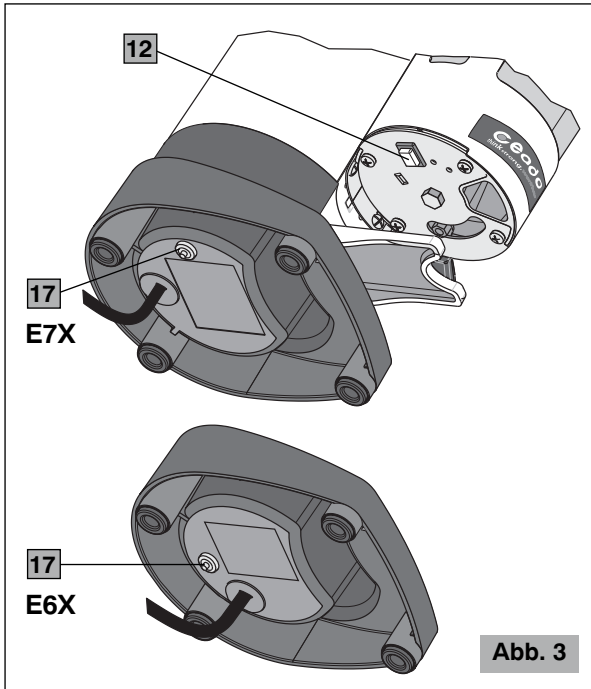
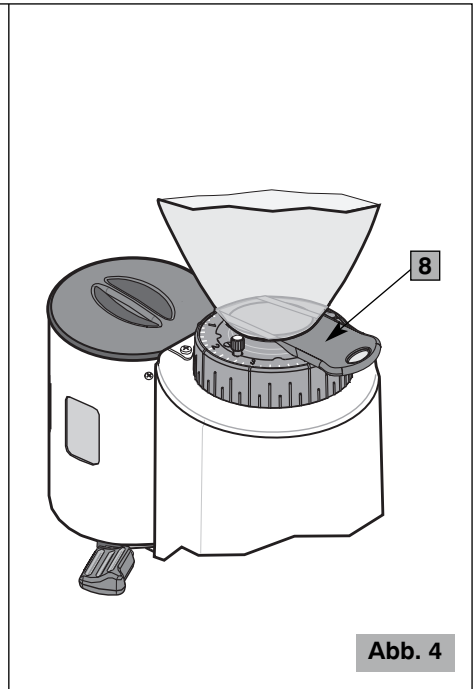

Abb. 3
Abb. 4
L'appareil ne s'allume pas.	<ul style="list-style-type: none"> <li>• Contrôler si la fiche est branchée.</li> <li>• Contrôler si l'interrupteur de protection du secteur est allumé.</li> <li>• Contrôler si l'interrupteur général de l'appareil est en position ON.</li> <li>• Si le problème se révèle après une longue période d'utilisation intensive, il est possible que le moteur soit en protection thermique ! Attendre au moins 20 minutes et réessayer. On peut réduire le temps d'attente en mettant l'appareil dans un endroit frais.</li> <li>• Si le problème se manifeste après une surcharge, il est possible que le moteur soit en protection ampèremétrique ! Appuyer sur le bouton du disjoncteur (17 Fig. 3) placé sous le socle-moteur de l'appareil (dispositif non de série sur tous les modèles).</li> <li>• Modèle automatique : Contrôler si le doseur n'est pas à la limite de sa capacité. Dans ce cas, actionner le levier du doseur pour au moins six doses et vérifier qu'il s'allume après avoir enlevé une certaine quantité de poudre.</li> <li>• Modèle automatique : Contrôler si la palette d'arrêt est libre de bouger.</li> </ul>
### Hauptkomponenten (Abb. 1, Abb. 2, Abb. 3, Abb. 4)
6. Sich vergewissern, dass der Kaffeebohnenbehälter korrekt aufsitzt und der Kaffeebohnenbehälterverschluss (8 Abb. 4) vollständig bis zum Anschlag offen ist.
- 3 Die Starttaste (12 Abb. 3) drücken. Das Gerät beginnt so viele Kaffeebohnen zu mahlen, bis der Dosierer bis zum Maximalfüllstand (vorgesehene Kapazität ca. 300 g (200 g für die Ausführung E6X) gemahlener Kaffee) gefüllt wird. Danach wird der Motor von einer Stoppvorrichtung angehalten. Das Mahlen weiteren Kaffees wird automatisch wieder aufgenommen, wenn die sechs Portionen gemahlener Kaffees entfernt wurden.
- 3 Die gewünschte Laufzeit (5 - 60 Sekunden) mit dem zweckentsprechenden Drehknopf (16 Abb. 2) einstellen und die Starttaste (12 Abb. 3) drücken. Das Gerät beginnt zu arbeiten und bleibt automatisch nach Ablauf der eingestellten Zeit stehen.
**ANMERKUNG!** Es wird daher empfohlen, kleinere Kaffeemengen zu mahlen und bei jedem Einstellversuch abzuwarten, dass sich die Mahlscheiben vorher entleeren, indem jedes Mahl der Verschluss (8 Abb. 4) geöffnet und geschlossen wird.